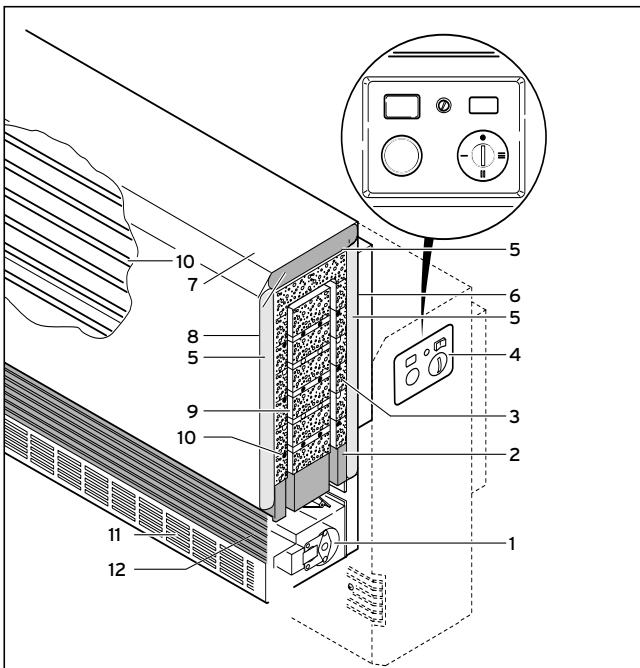

Abb. 1.1 Elektro-Speicherheizgerät VSU .../4 und VSU .../4 EL
Mit Ihrem Elektro-Speicherheizgerät VSU speichern Sie mit preisgünstigem Niedertarifstrom Elektrowärme. Während der vom Energieversorgungsunternehmen (EVU) vorgegebenen Freigabedauern - das sind in der Regel Zeiten, in denen Kraftwerkskapazitäten nicht voll ausgelastet sind, insbesondere also nachts zwischen 22.00 und 6.00 Uhr - wird der aus Feolithsteinen bestehende Speicherkern (3, Abb. 1.1) von elektrischen Heizstäben (9, Abb. 1.1) erwärmt. Diesen Vorgang nennt man Aufladung (siehe auch Seite 9). Die Entladung, d. h. die Erwärmung des Raumes, geschieht wie folgt: Bei Unterschreiten der von Ihnen am Raumtemperaturregler eingestellten Solltemperatur läuft der Lüfter (1) an und fördert Raumluft durch die Luftkanäle des Speicherkerns (2).